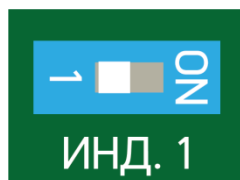

Рисунок 7.31
- отключить сигнальный светодиод БОС, установив флажок выключателя (поз.3 рисунок 7.1) в левое положение (положение «1») (рисунок 7.31);